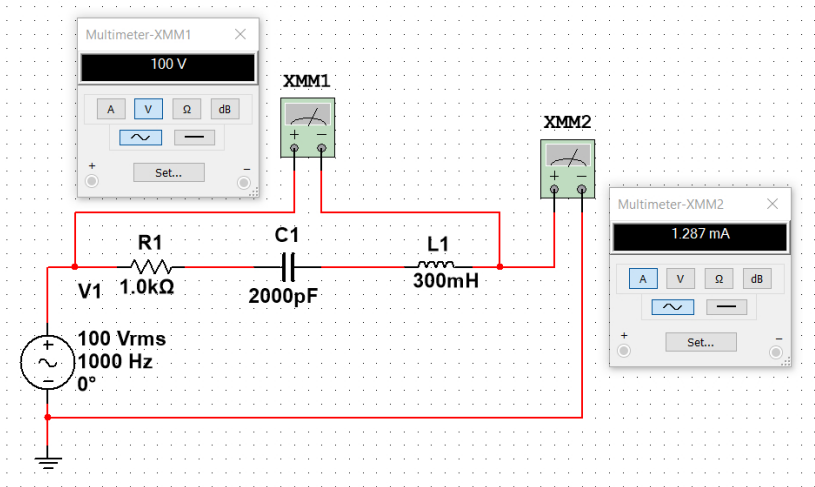

Рис. 5.11
10. Зібрати схему, подібну до рис. 5.11. Значення R , C та L — відповідно до варіанту.